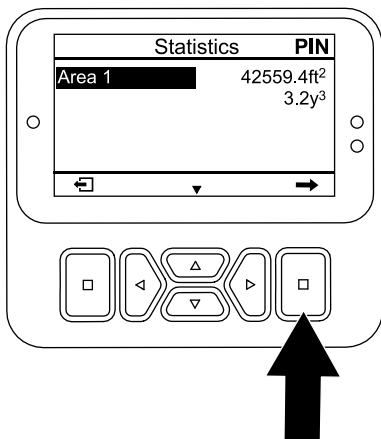

図 98
1. 統計画面で、領域 1 オプションが選択されるまで下ボタンを押す (図 98)。